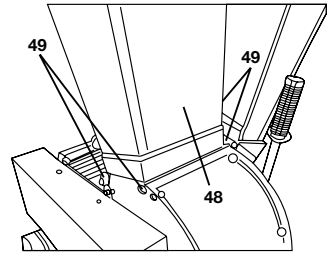

Bild 41
- Nehmen Sie den oberen Trichter (48) durch Lösen (nicht herausdrehen) der 4 Befestigungsschrauben (49) (SW 15) ab (siehe „Bild 41“), beachten Sie, dass die Gewindestange (52) für den Sicherheitsschalter vorher nach oben herausgedreht werden muss.
- Setzen Sie nun den oberen Trichter (48) wieder auf den Schredder. Achten Sie darauf, dass die Gewindestange in die Halterung des Sicherheitsschalters kommt, ziehen Sie die 4 Befestigungsschrauben (49) (SW 15) wieder an (siehe „Bild 41“).
- Setzen Sie nun den oberen Trichter wieder auf den Schredder, achten Sie darauf, dass die Gewindestange in die Halterung des Sicherheitsschalters kommt. Ziehen Sie die 4 Befestigungsschrauben (SW 15) wieder an (siehe „Bild 41 und 45“, Seite 15).